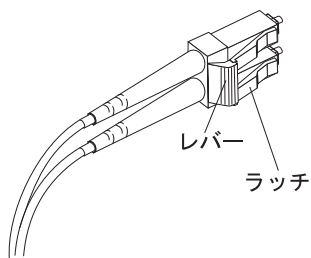

図 35. LC-LC ファイバー・チャネル・ケーブルのレバーおよびラッチ
1. 61 ページの図 35 に示すように、SFP モジュールまたはホスト・バス・アダプターに接続した LC-LC ケーブルの端のレバーを押したまま、ラッチを解放します。